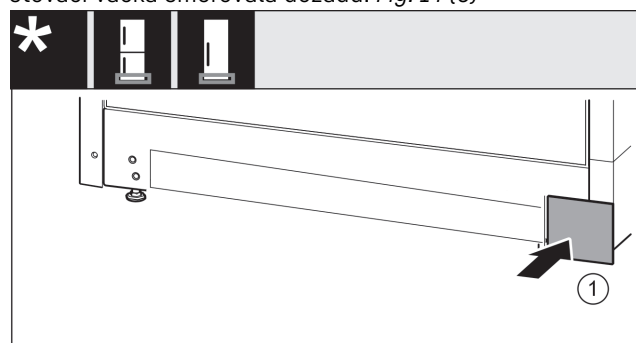

Fig. 15
- Kryt opět nasad'te na druhé straně. Fig. 15 (1)